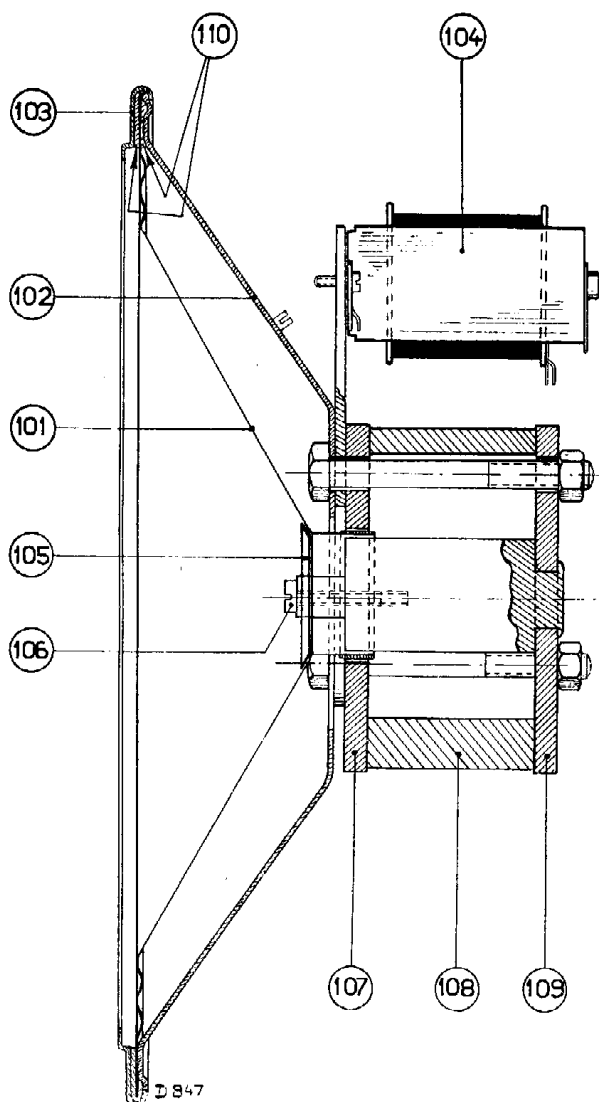

Fig. 7
2. Faire attention à ce que la plaque antérieure et postérieure (fig. 7 rep. 107 et rep. 109) ne soient, en aucun cas, séparées de l'aimant; car alors, celui-ci (de même que si la réparation se faisait sur une plaque de fer) s'affaiblirait.